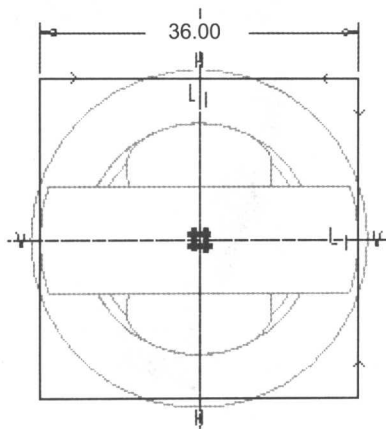

图 1.1.15
(3) 单击草绘截面放置属性定义窗口中的按钮。
(4) 进入截面草绘环境后，选取图中的顶点及边线为参照，绘制如图 1.1.15 所示的特征截面。